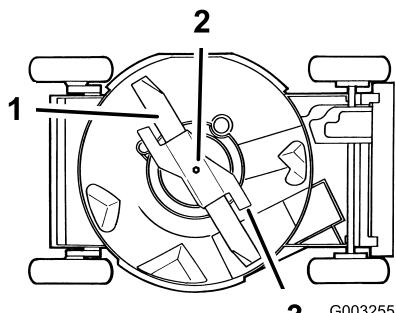

Figura 29
4. Vuelque el cortacésped hacia su lado **derecho** (Figura 29).
Sujete el extremo de la cuchilla usando un paño o un guante grueso. Retire el perno de la cuchilla, la arandela de freno, el acelerador y la cuchilla (Figura 29).